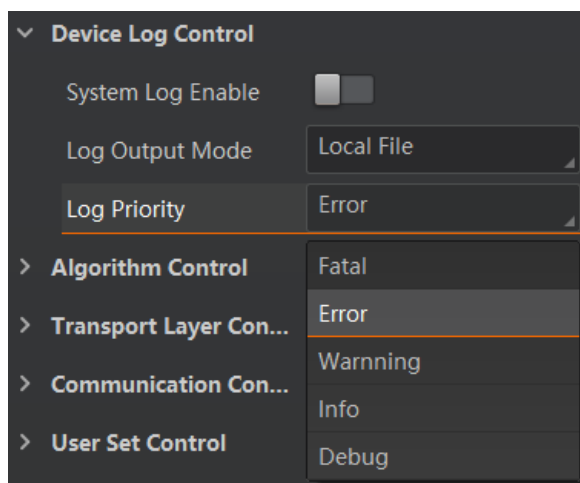

图9-4 日志优先级
3. 在 *Log Priority* 参数处下拉选择日志优先级，从高到低依次为 *Fatal*（致命）、*Error*（错误）、*Warning*（警告）、*Info*（信息）、*Debug*（调试），如图 9-4 所示。